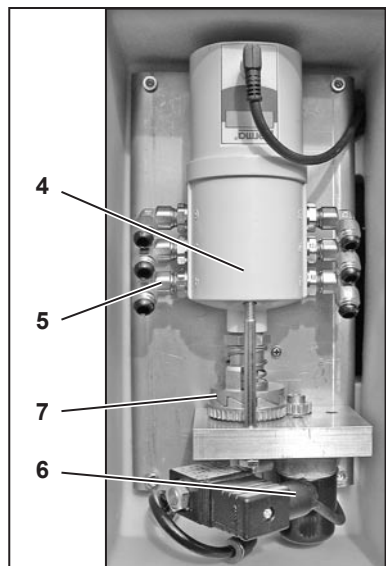

Abb. 3-2 Pumpen- und Verteilereinheit
- Die Schlauchenden in die Schmieranschlüsse (5, Abb. 3-2) einstecken und auf dichten, sicheren Sitz überprüfen.